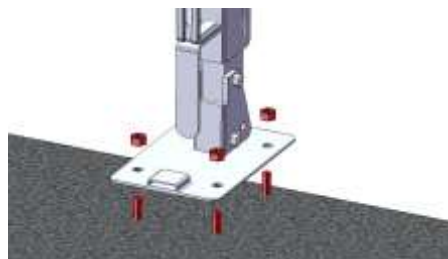

fig. 5
Montaggio (fig. 5 -6 -7-8)
- Utilizzando una piattaforma di lavoro in sicurezza, posizionare un primo montante e stringere i dadi sui fissaggi (fig. 5 e 6 a pag. 9);